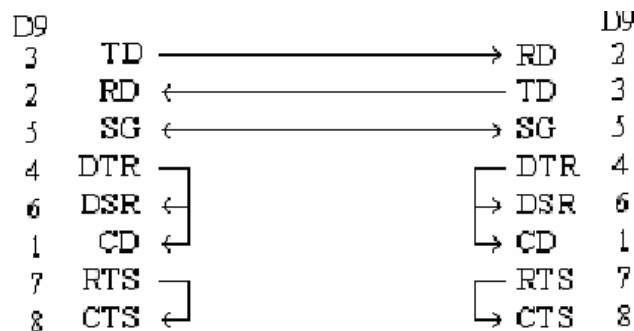

Figura 1. Configuración de modem nulo.
1. Se realizará un cable RS-232 con un cable de 3 hilos y el conector DB-9, se hará la configuración de modem nulo como se muestra en la figura 1.